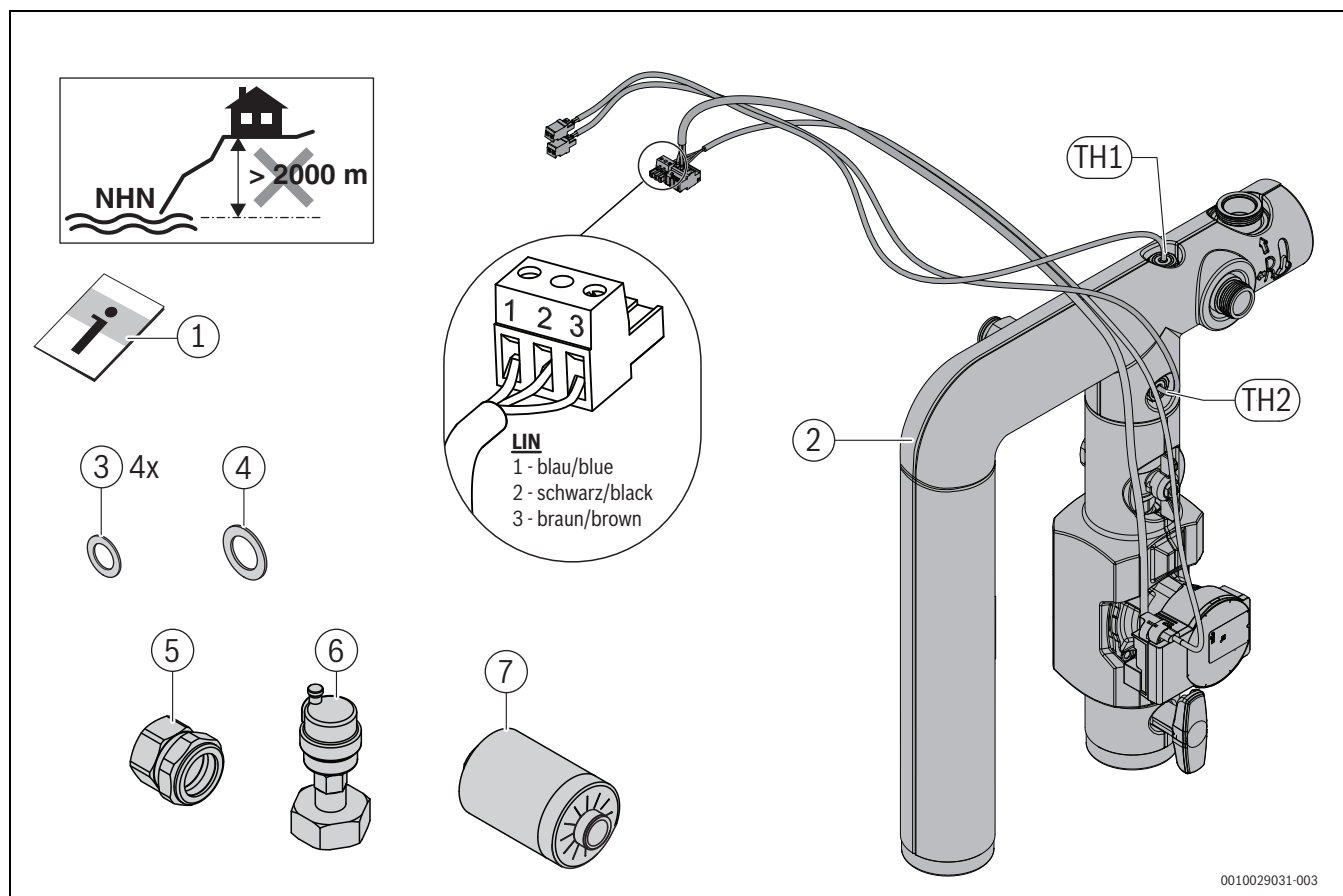

Fig. 1 Contenu de livraison HF-Set HYC25
- Assemblage de la tuyauterie HF-Set HYC25 (→figure 1).